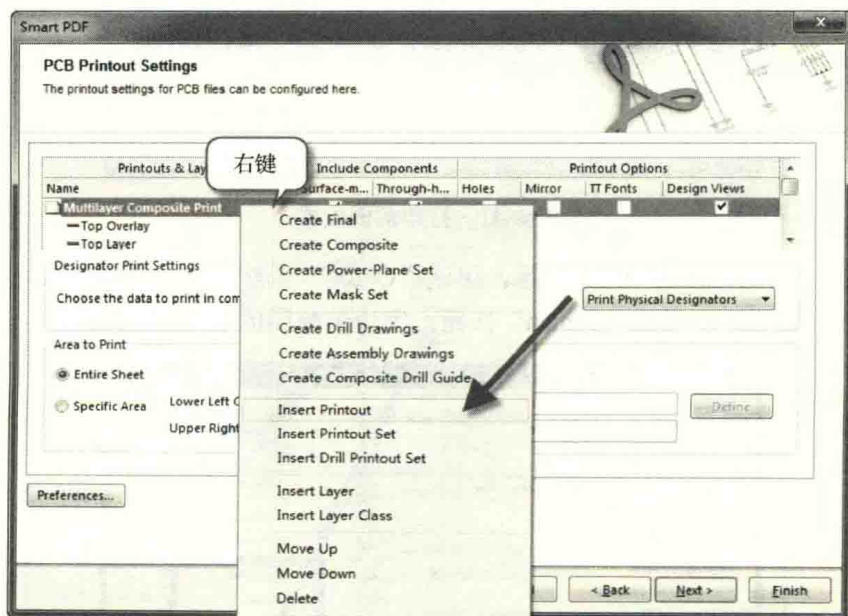

图 10-34 输出层的添加
(1) 同样执行 PDF 输出设置向导，至关键设置项，在输出栏目条上单击鼠标右键，输出层的添加如图 10-34 所示，单击“Insert Printout”选项，插入需要输出的层，然后重复操作。